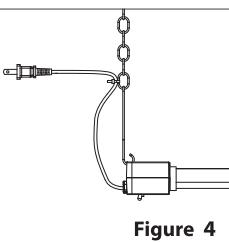

Figure 4
6. Attacher le cordon à la chaîne (voir la figure 4).